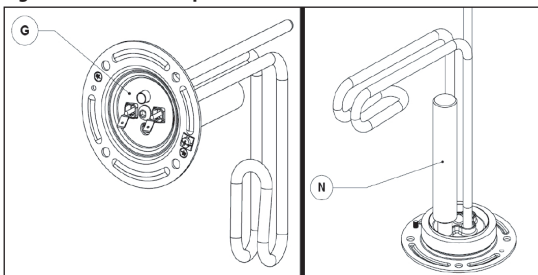

Figure 28 - Détail de la tige d'anode et de la résistance chauffante
La tige d'anode (Figure 28, N) sert à protéger le ballon contre la corrosion. La tige d'anode doit être inspectée une fois par an afin de déterminer si elle doit être remplacée.
- 4. Retirer et remplacer la tige d'anode (Figure 28, N).